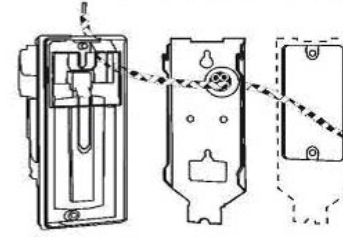
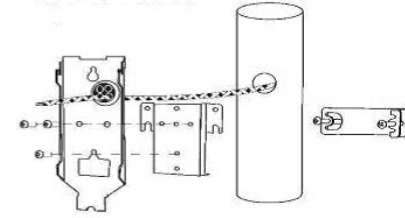

Figura 1
Figura 2
- Effettuare un foro sulla gomma della piastra di montaggio e far passare il cavo attraverso il foro. Quindi effettuare un secondo foro sulla parete e far passare il cavo attraverso lo stesso. Seguire il passaggio come mostrato in figura (figura 1: montaggio a parete; figura 2: montaggio a palo; figura 3: montaggio in colonna).